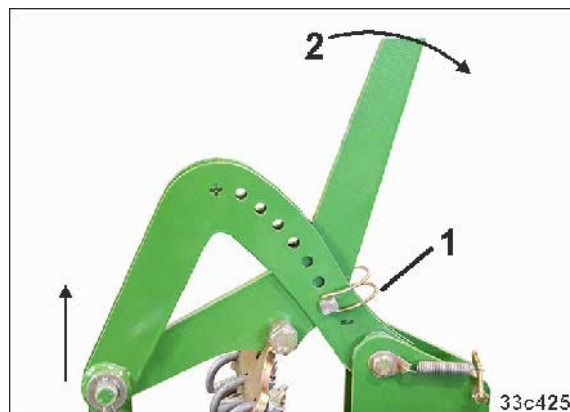
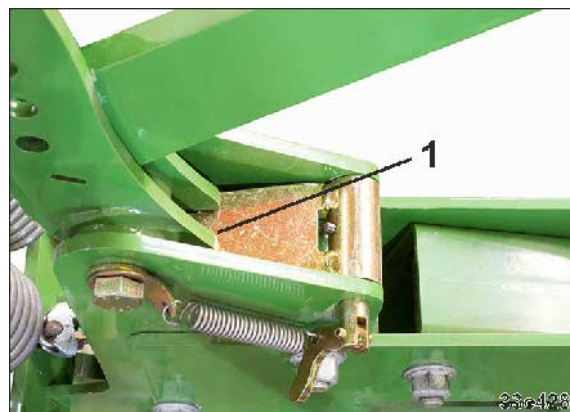

Рис. 183
Рис. 184
2. Снимите шплинт с кольцом (Рис. 183/1)
3. Переведите рычаг регулировки (Рис. 183/2) вперед, чтобы собачка (Рис. 184/1) зафиксировалась